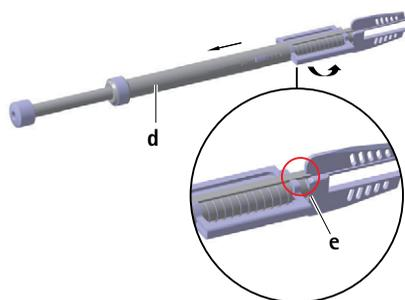

Рис. 3
- ▶ Зафиксировать прорезь **e** в гнезде **d** в кромке резца, см. Рис. 3.